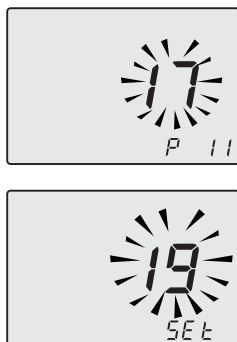

Figura 5.58
- Nel display si alternano la scritte **P11 - SEt** (Figura 5.58).